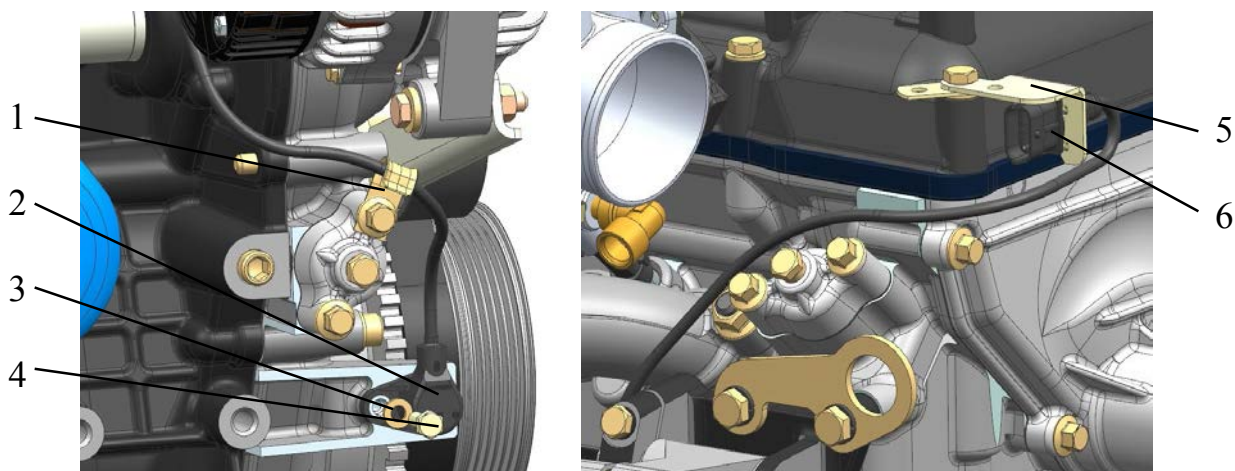

Рис.214. Установка датчика синхронизации:
**12.** Установить датчик синхронизации 2 (рис.214) в отверстие прилива крышки цепи, завернув болт 4 с шайбой 3 моментом 5,9...8,8 Н·м (0,6...0,9 кгс·м). Провод датчика уложить в скобу 1, закрепленную верхним болтом крышки нижнего гидронатяжителя, колодку 6 установить в держатель 5 на крышке клапанов.